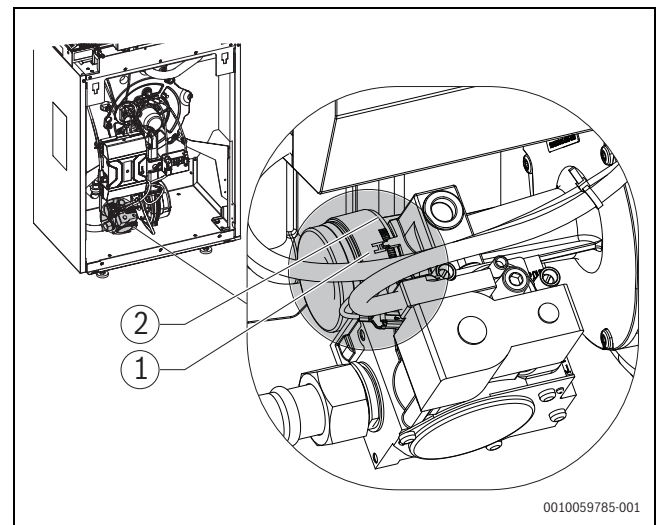

Bild 43 Einstelldüse Gasarmatur
Bei einer Gasartumstellung muss zunächst die Voreinstellung an der Einstelldüse der Gasarmatur (→Bild 43) vorgenommen werden.
- ▶ Einstelldüse (→Bild 43, [1]) entsprechend der gelieferten Gasart einstellen. Dabei wird die werkseitige Versiegelung [2] aufgebrochen.